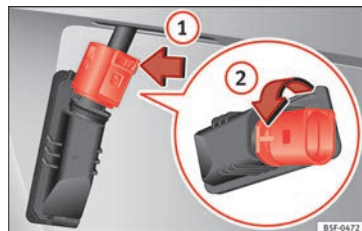

Fig. 113 Luz de matrícula: desmontar o porta-lâmpadas.
» **Fig. 113** no sentido da seta ① e puxe o conector.
4. Gire o porta-lâmpadas no sentido da seta ② e retire-o juntamente com a lâmpada.
6. Introduza o porta-lâmpadas na luz de matrícula e rode no sentido oposto ao da seta ② até ao topo.